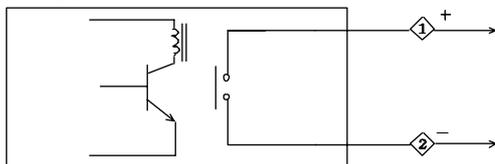

図3
4. 各仕様についての出力回路は、図3のようになっていますので出力仕様にあった接続をしてください。